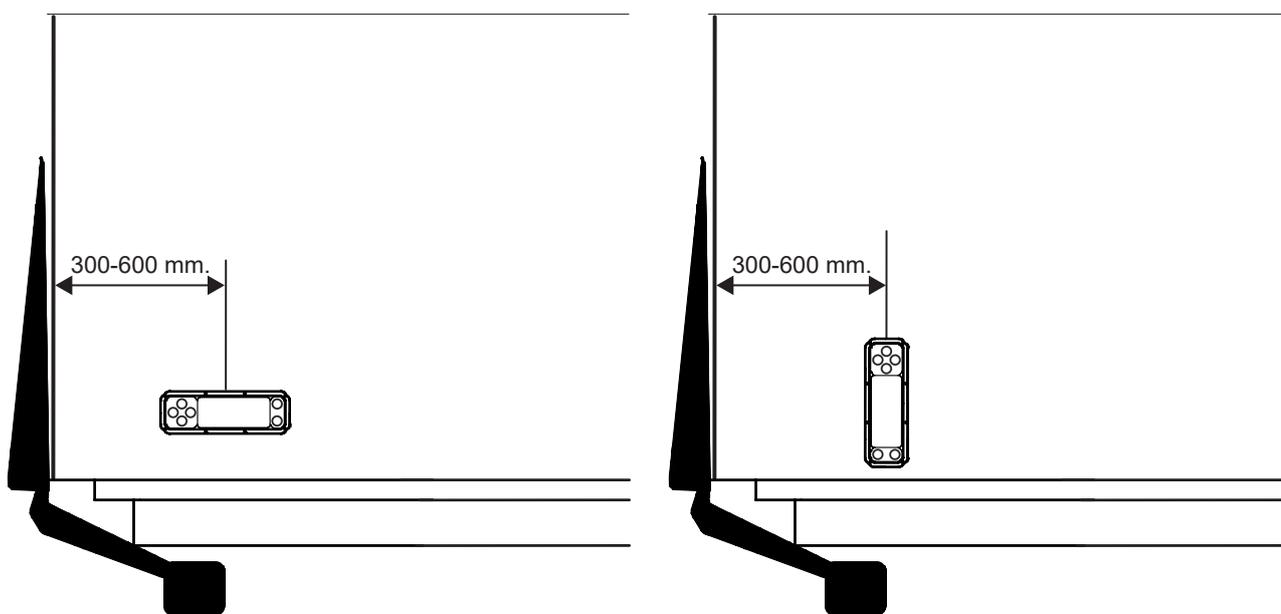

Figura 44. Montaje del actuador
5. A continuación, monte el actuador en el armario. Véase la Figura 44